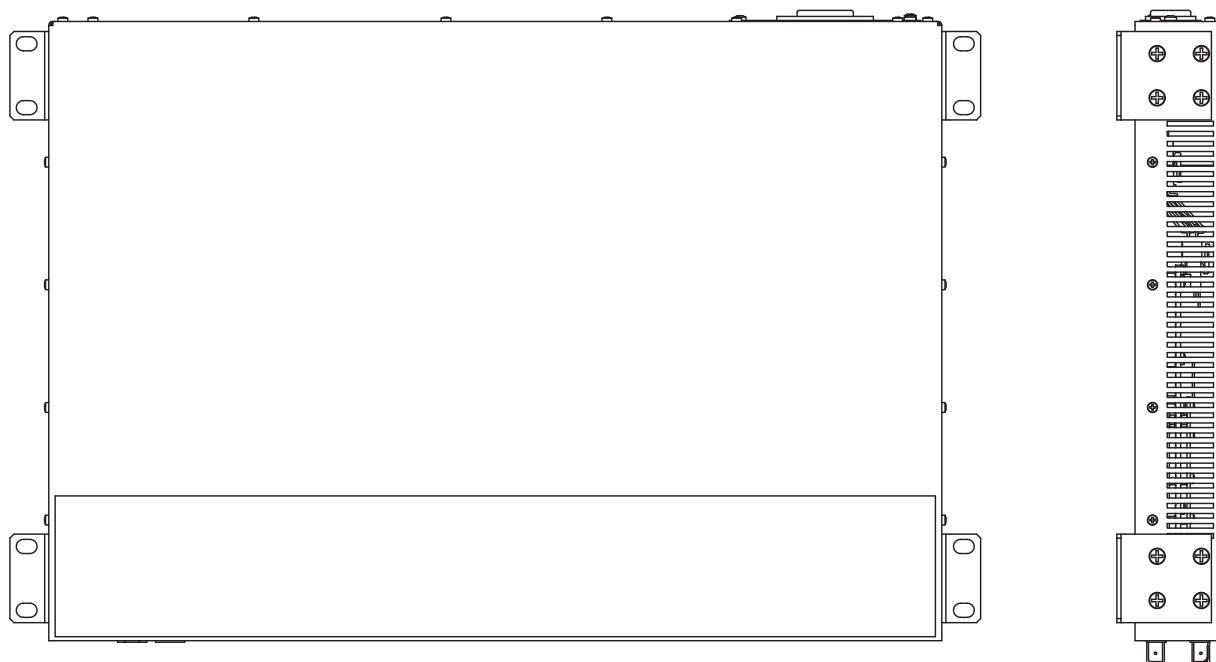

Abb. 20: Montage auf oder an eine ebene Fläche
- Bringen Sie die 2 vormontierten Haltewinkel an der Vorderseite in die in Abbildung 20 gezeigte Position.
- Befestigen Sie zusätzlich 2 Haltewinkel an der Rückseite des Gerätes. (siehe Abbildung 20)
(siehe Abbildung 20)